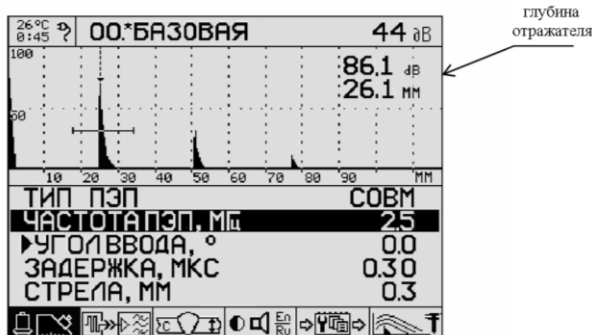

Рисунок 3.7 – Экран прибора при настройке глубиномера
3.3.2.3 В правой верхней части экрана третьим числом сверху индицируется расстояние по лучу измеряемого импульса в мм (рис. 3.7). В случае прямого преобразователя расстояние по лучу совпадает с глубиной. Выберите пиктограмму  и установите такое значение задержки, чтобы показание глубины совпадало с толщиной тест-образца. При изменении задержки надо следить за тем, чтобы первый донный сигнал оставался в строке. Если сигнал «уедет» за пределы строки, то надо выйти обратно в режим «ПОИСК», и в соответствии с п. 3.1.7 подкорректировать положение строки.
3.3.3.3 Выйдете обратно в режим «ПОИСК». В правой части экрана крупным шрифтом индицируется показание глубины в мм для I донного эхосигнала (рис. 3.7). Запишите это значение - Н1.